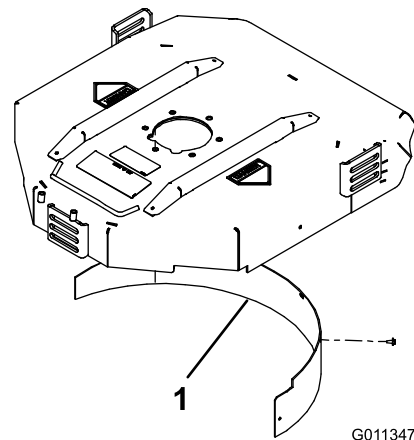

Bild 20
2. Montieren Sie das Mulchablenkblech in der hinteren Öffnung und befestigen Sie es mit 5 Bundschrauben (Bild 20).